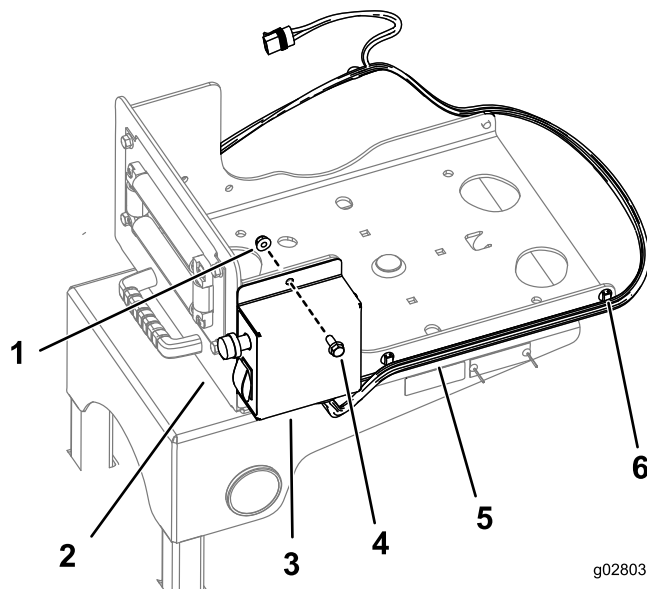

Figura 21
3. Montai cutia de distribuie pe placa pivotantă folosind 2 uruburi (5/16-18 x ¼") i 2 piulie cu guler (5/16-18"), după cum se arată în Figura 21.
4. Fixai cablajul pe pările laterale ale plăcii pivotante utilizând clemele existente (Figura 21).